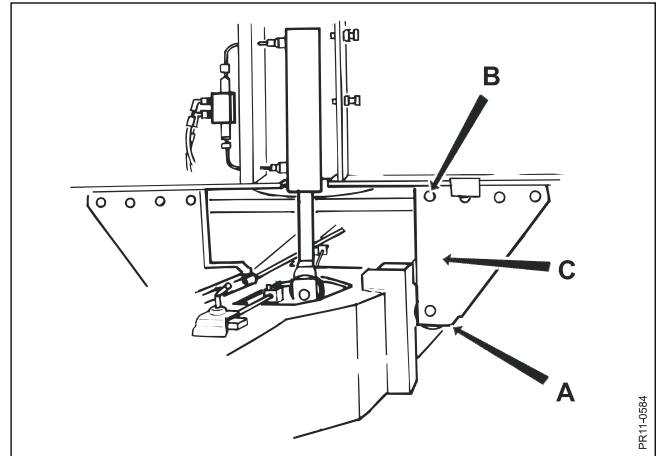

Fig. 9.8
Fig. 9.8 Støtterullerne for tippet (A) skal sikre, at der ikke er unødigt slør imellem undervogn og blandekar. En slør- og friktionsfri føring sikrer en stabil og god vægtmåling.